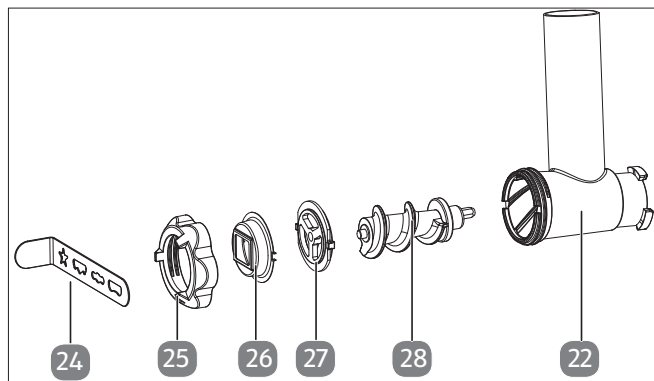

Fig. 21 – Accesorios para masa de galletas
1. Para elaborar masa de galletas, monte el soporte y el molde para masa de galletas, así como la guía de tornillo en el orden indicado (véase Fig. 21).